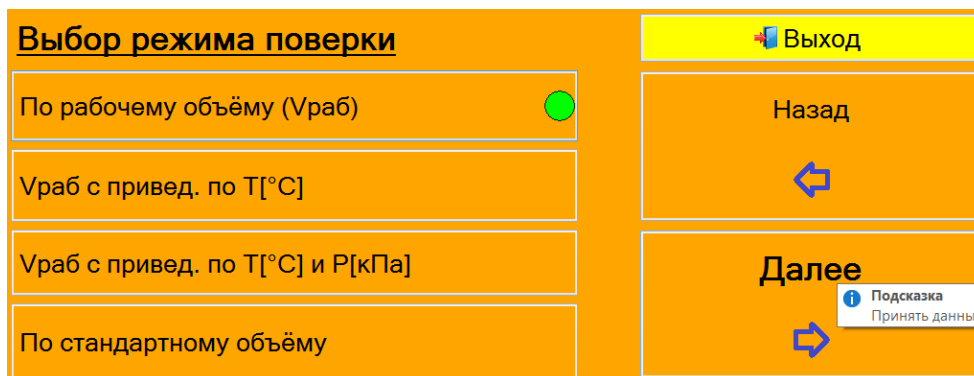

Рисунок 18
2) В следующем диалоговом окне необходимо выбрать режим поверки, рисунок 18